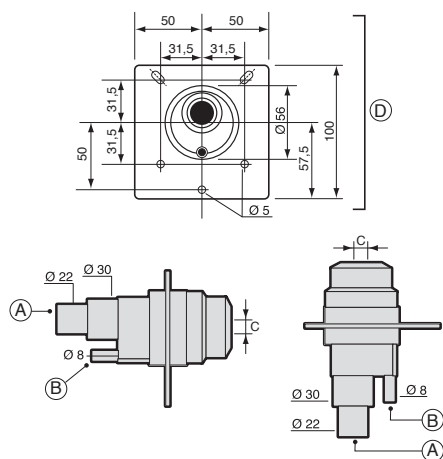

Fig. 3.a
**Istruzione per il montaggio (vedi Fig.3.a):**